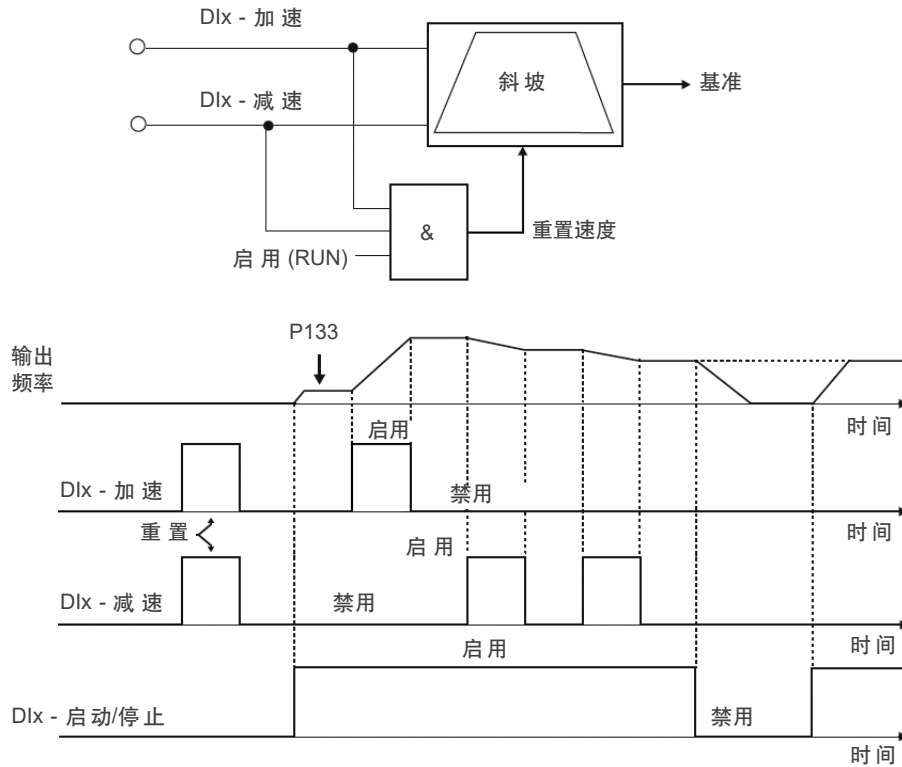

图 9.13: 电子电位计功能示例
E.P. 功能通过为加速 E.P. 和减速 E.P. 编程的数字输入来设置速度。（图 9.13 在页 9-17）。此功能的基本原理类似于电子设备的音量和亮度控制。